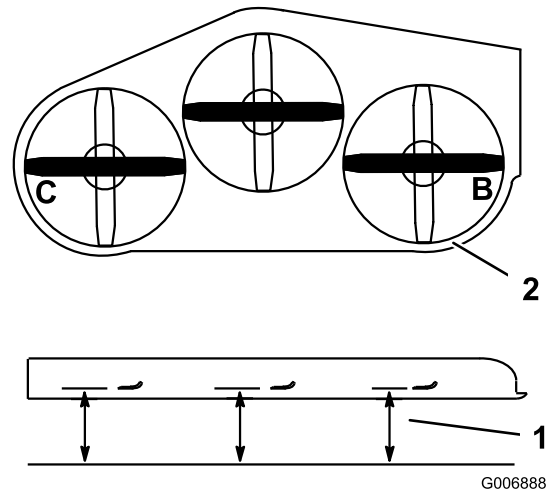

Figura 81
- Mida en las posiciones **B** y **C** desde una superficie nivelada hasta el filo de corte de los extremos de las cuchillas (Figura 81).